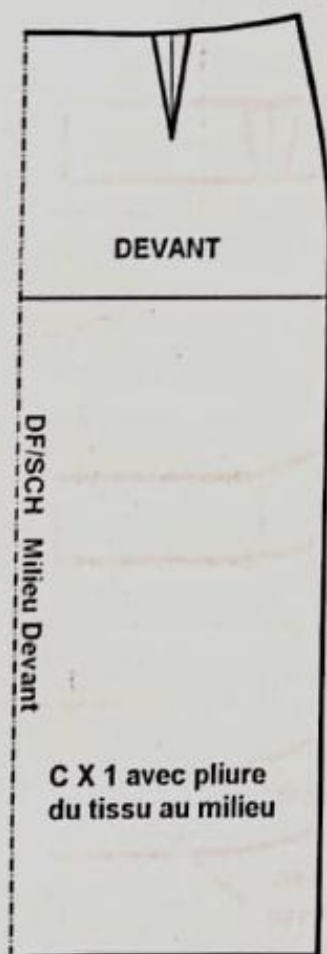

FIG. 1
- Fixez la longueur totale de la jupe choisie (fig.1 et 2).